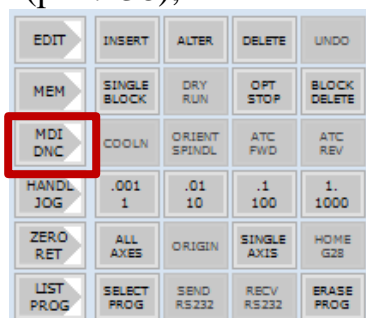

Рис.138. Кнопка «MDI»
7. Выбрать режим «MDI» (рис.138);